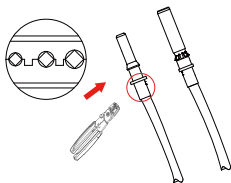

Imagen 5.4 Engarce el pin de contacto al cable
- b) Engarce los terminales metálicos con unos alicates de engarce, tal y como se muestra en la imagen 5.4.